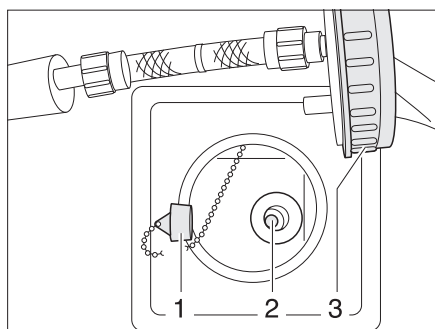
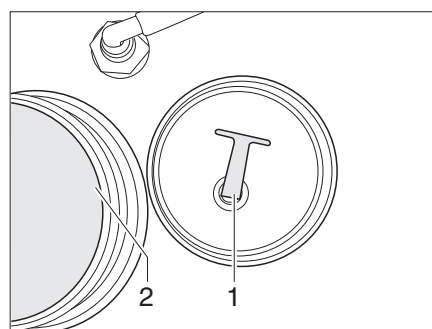

Fig. 260 Bouchon de fermeture
Fig. 261 Bouchon de fermeture
- Retirer le bouchon de fermeture (Fig. 260,1 ou Fig. 261,1) de l'ouverture de vidange (Fig. 260,2) ou le dévisser.